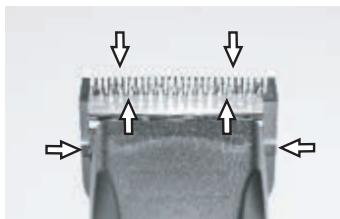

Fig. 24
Para conseguir un buen resultado de esquileo y para alargar la duración de la esquiladora, es imprescindible aplicar una fina capa de aceite sobre las cuchillas superior e inferior (fig. 24).
- ▶ Lubrique los peines suficientemente durante el esquileo (como mínimo cada 15 minutos), para que no marchen en seco (fig. 24).
Es necesario lubricar los peines antes, durante y después de cada uso. Si los peines dejan rayas, es una señal segura que necesitan aceite. Aplique algunas gotas de aceite de frente y lateralmente de los peines (flechas fig. 24). Quite el aceite sobrante por un pañuelo suave y seco. Aerosoles lubricantes no contienen suficientemente aceite para una buena lubricación, pero son convenientes para la refrigeración de los peines. Cambie de inmediato peines dañados o dentados a fin de evitar heridas.